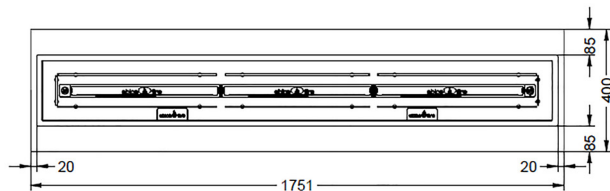

Рис. 8 Минимальные размеры верхней плиты/столешницы
- Минимальный размер верхней плиты/столешницы (рис. 8) составляет 1751 x 400 мм (ширина x глубина).